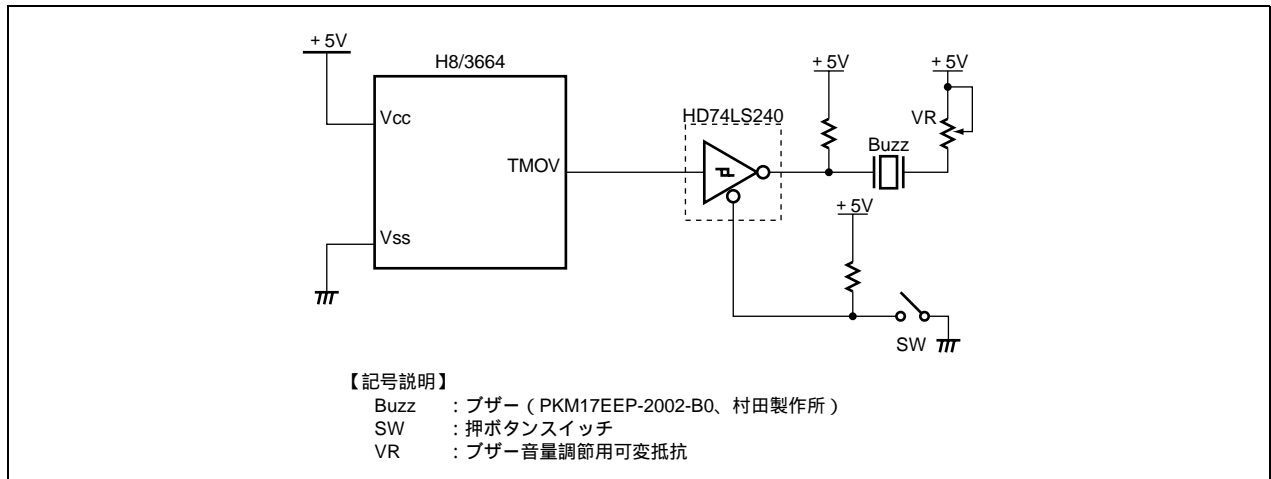

図 1.1 ハードウェア構成
2. タイマ V 出力を使用したブザー接続例のハードウェア構成を図 1.1 に示します。図 1.1 に示すように、スイッチを ON することにより 2kHz のブザー音が出力されます。